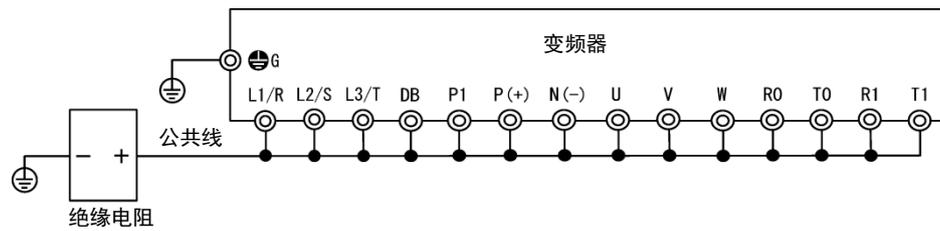

图 7.6-1 绝缘电阻测试时的主电路端子连接
- 3) 如图 7.6-1 所示，通过公共线连接主电路端子。